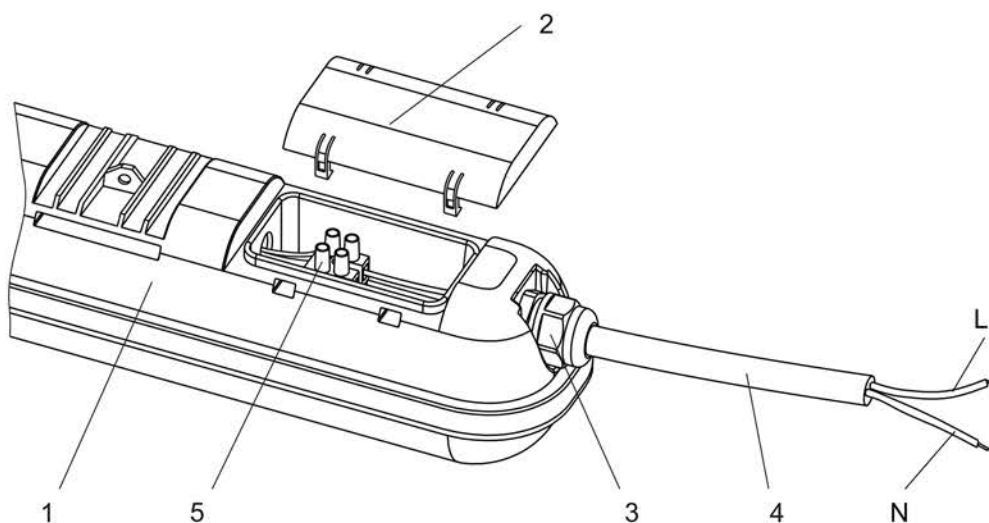

Рисунок 3
3.2.3 Подключение светильника (рисунок 3):